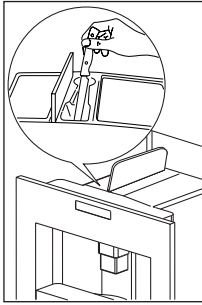

Fig. 28
- Compruebe regularmente (aprox. una vez al mes) que el embudo de café premolido no esté bloqueado (Fig. 28).